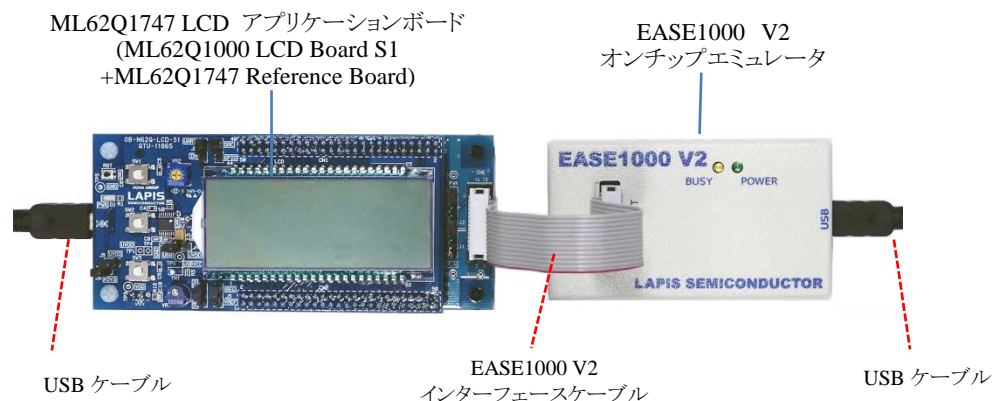
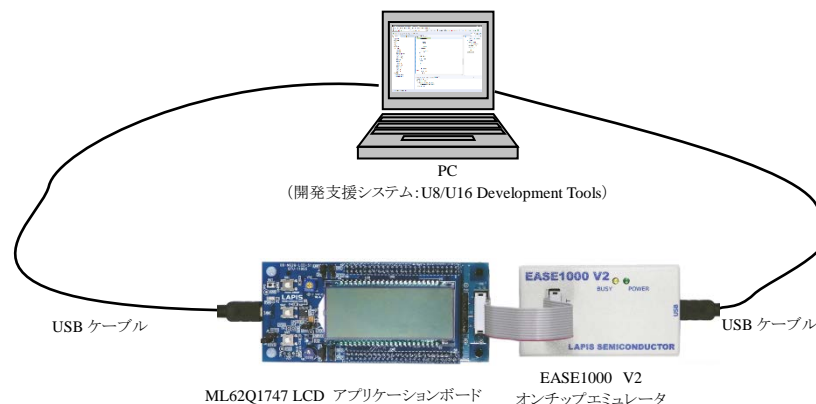

図 1 ML62Q1000 LCD スタータキット ハードウェア構成
図 5 開発支援システム:U8/U16 Development Tools を使用したシステム構成
- 1-1. ML62Q1747 LCD アプリケーションボードに USB ケーブルを図 1 および図 2 のように接続します。
- 5-1. ML62Q1747 LCD アプリケーションボードおよび EASE1000 V2 オンチップエミュレータ(以下、「EASE1000」と呼びます)を図 1 および図 5 のように接続します。